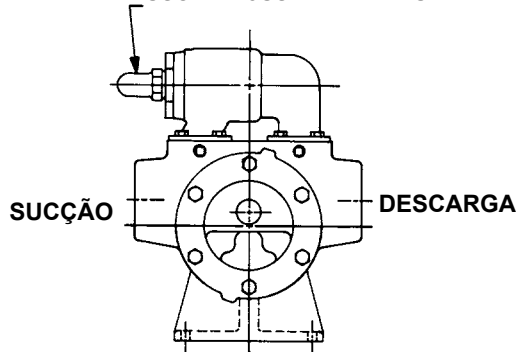

FIGURA 3
4. A capa do parafuso de ajuste da válvula de alívio deve sempre apontar para o lado de sucção da bomba. Se a rotação da bomba for revertida, reverta também a válvula de alívio. Veja a **Figura 3** abaixo.